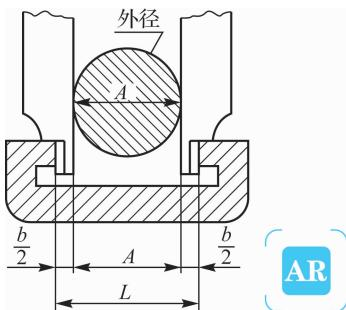

图 1-2 测量 T 形槽的宽度
(1) 测量 T 形槽。用游标卡尺测量 T 形槽的宽度,如图 1-2 所示。测量时将量爪外缘端面的小平面贴在零件凹槽的平面上,用紧定螺钉把微动装置固定,转动调节螺母,使量爪的外测量面与 T 形槽表面轻轻接触,并放正两量爪的位置(可以轻轻地摆动一个量爪,找到槽宽的垂直位置),读出游标卡尺的读数(如图 1-2 所示的 A)。但由于它是用量爪的外测量面测量内尺寸的,卡尺上所读出的读数 A 是量爪内测量面之间的距离,因此,必须加上两个量爪的厚度 b,所以 T 形槽的宽度为 $L=A+b$ 。